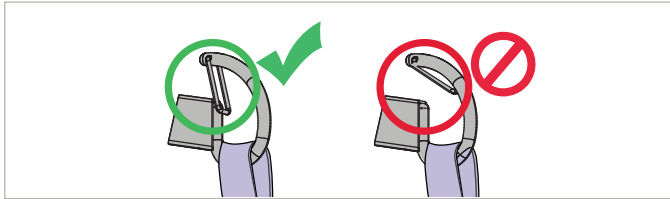

Fig.4
- les éléments de verrouillage soient correctement fermés (voir Fig.4).